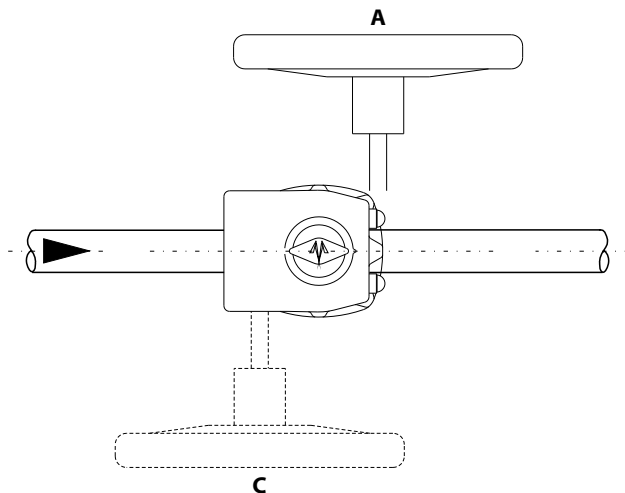

Fig.3-1
3. Seleccione la posición de montaje deseada del engranaje (A o B) de las posiciones opcionales mostradas en la (→ Fig. 3-1). Ponga el engranaje en el eje de la válvula y deslice el actuador en posición en la parte superior de la válvula.